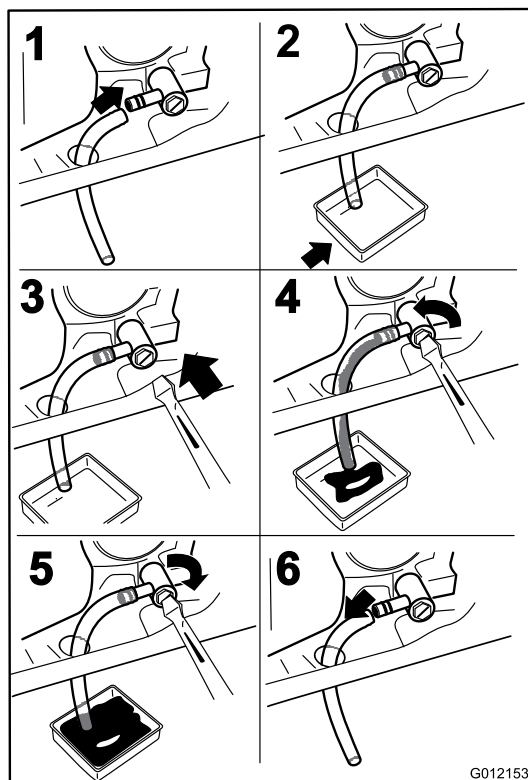

Figura 38
4. Pare el motor, retire la llave y espere a que se detengan todas las piezas en movimiento antes de abandonar el puesto del operador (Figura 38).